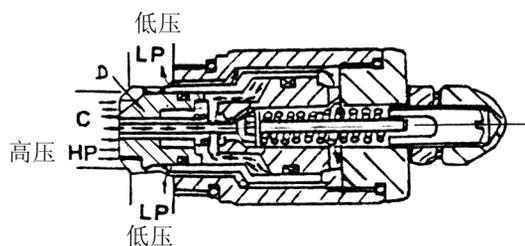

图7.7
(3)当先导阀芯E被打开，阀芯C后面的压力下降，因此阀芯C向右移动，并座落在先导阀芯E上，结果，安全阀芯D后面的油路被切断了，因此其内部压力也降低。(见图7.7)